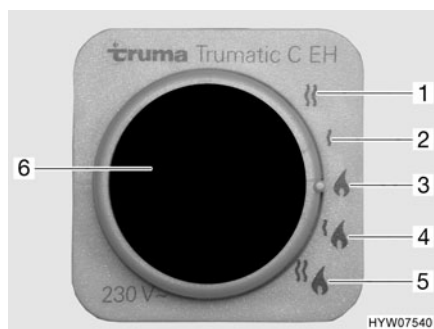

Fig. 179 Selector de energía para la calefacción/caldera
La caldera está integrada en la calefacción y funciona con gas (funcionamiento a gas) o con gas y/o energía eléctrica (funcionamiento a gas y con electricidad a 230 V). La caldera se conecta en la unidad de mando (Fig. 177) con el interruptor giratorio (Fig. 177,2). En el selector de energía (Fig. 179) se preselecciona el tipo de energía (funcionamiento a gas y con electricidad a 230 V).
- Funcionamiento a gas (Fig. 179,3)
- Funcionamiento con electricidad a 230 V con los niveles de potencia de 900 W (Fig. 179,2) ó 1800 W (Fig. 179,1)
- Funcionamiento a gas y funcionamiento con electricidad a 230 V (funcionamiento mixto) con los niveles de potencia de 900 W (Fig. 179,4) ó 1800 W (Fig. 179,5)
Si se ha seleccionado el funcionamiento con electricidad a 230 V, se enciende la luz de control amarilla (Fig. 179,6).